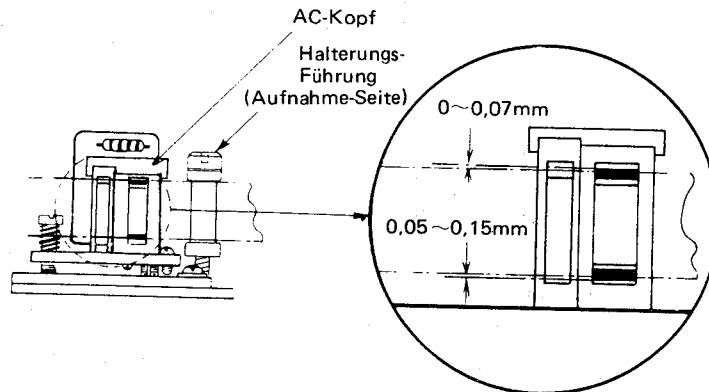

Abbildung 62.
3. Darauf sehen, daß der AC-Kopf wie in Abb. 62 gezeigt liegt in Bezug auf das laufende Band, d.h. die Höhe und Neigung des Kopfes müssen wie vorgeschrieben sein.
5. Der AC-Kopf muß mit seiner höhe wie in Abb. 62 gezeigt positioniert werden, bezüglich des laufenden Bandes.